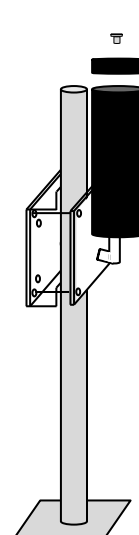

Figura 5
3. Praticare un foro al centro del coperchio del MICRO BOX utilizzando la dima in dotazione (figura 5).